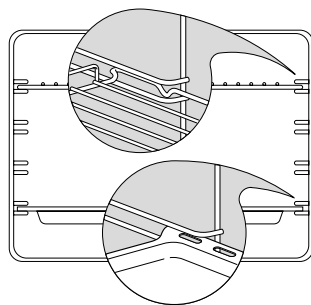

Figure 27 Position correcte des grilles et de la lèchefrite
- Mettez en place les grilles et les plateaux. Si vous n'utilisez pas les supports de grille coulissants, enfillez les grilles et la lèchefrite grill comme le montre la Fig. 27. Posez-les entre les glissières métalliques, en tournant l'encoche d'arrêt de sécurité vers le bas et vers le fond.